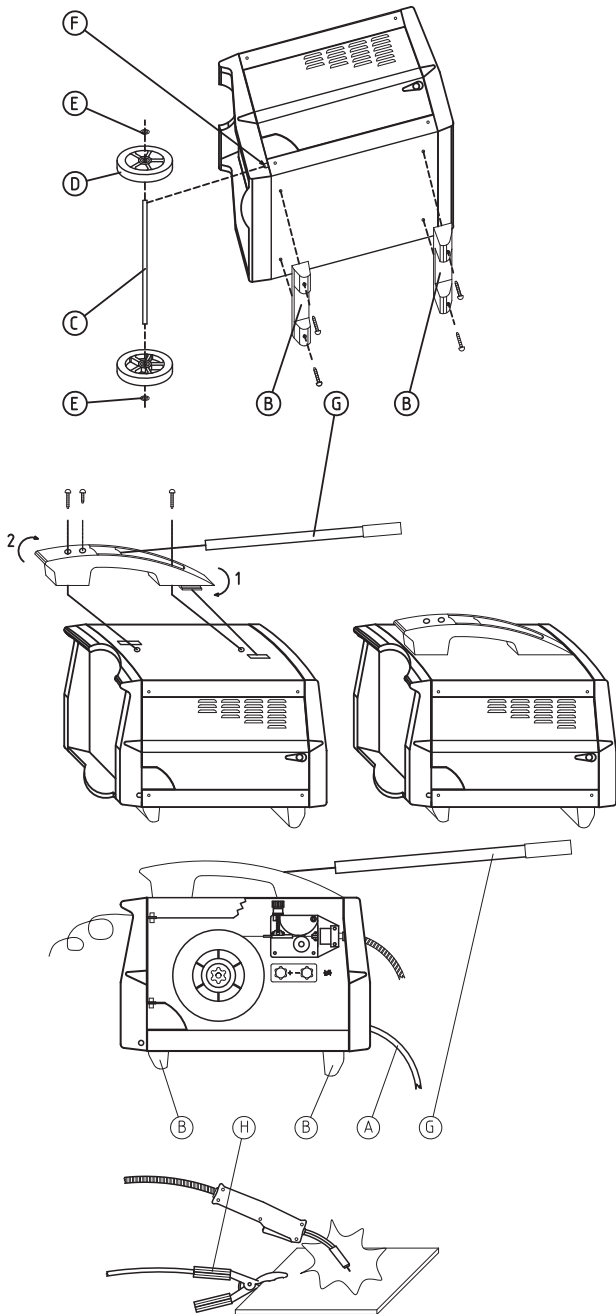

Abb. 1
- Legen Sie das Schweißgerät vorsichtig auf die Seite und befestigen mit Hilfe der vier beiliegenden Schrauben die beiden Plastikfüße (B) (vorne und hinten) unten am Gerät. Bei dem verfahrbaren Modell ist die Verschlussfolie des Achsensitzes (F) mit einem Werkzeug zu entfernen und die Achse (C) durch die beiden Öffnungen zu schieben. Anschließend die beiden Räder (D) an den Enden der Achse befestigen. Zur Verankerung der Räder ziehen Sie langsam die Stützscheiben (E) am Achsenende fest. Bringen Sie das Gerät wieder in die Senkrechte, setzen den Transport-Arm (G) in den vorderen Griffbereich ein und fixieren ihn mit den Schrauben der Serienausstattung (s. Abb. 1). Die Anleitung zum Zusammenbau des Plastikgriffes ist aus Abbildung 1 ersichtlich.